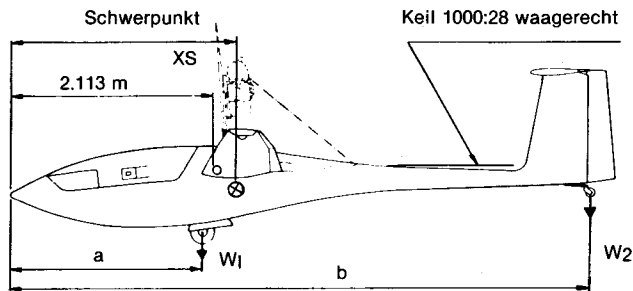

Bild 5.1: Wägung
- Flugzeug waagrecht ausrichten (siehe Bild 5.1): Keil auf Rumpfrücken 1000:28 zwischen 4,5 m und 5,5 m waagrecht. Bezugsebene: Senkrechte Ebene 2,113 m vor der Vorderkante des vorderen Flügelaufhängerrohres.